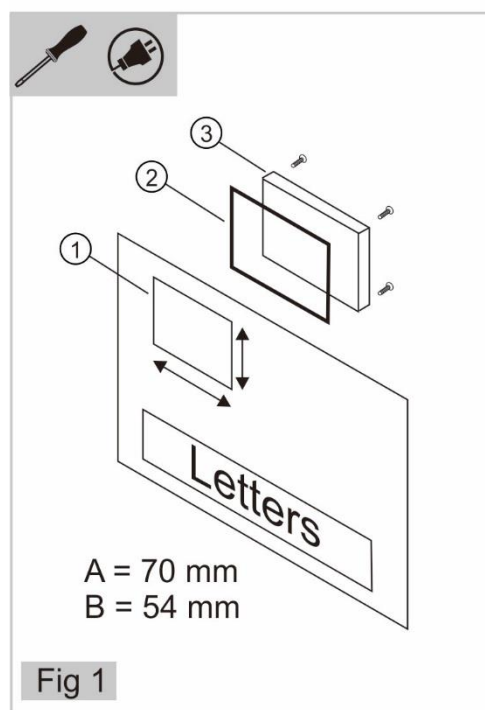

Fig 1
1. Cut a hole in the housing, according to Fig1-①. For detailed dimensional drawings are available at www.busch-jaeger.com or by scanning the QR code.
2. Stick the sealing Fig1-② onto the backside of the housing.
3. Screw on the module Fig1-③.
1. Corte un agujero en la carcasa, según se muestra en la Fig1-①. Los esquemas detallados de dimensiones están disponibles en www.busch-jaeger.com o escaneando el código QR.
2. Pegue el sellado Fig. 1-② en la parte posterior de la carcasa.
3. Atornille en el módulo como se muestra en la Fig1-③.